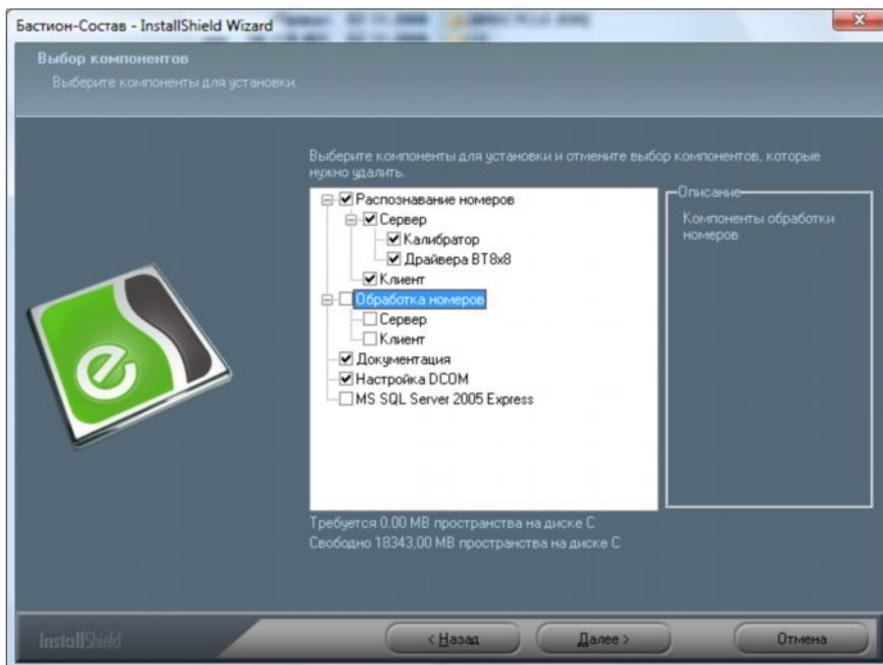

Рис. 2 Установка сервера распознавания номеров
2. Выбрать серверные компоненты сервера распознавания номеров (сервер, калибратор, драйвера VT8x8). Если требуется на этом же ПК выполнять конфигурирование сервера, то необходимо выбрать и клиентские компоненты сервера распознавания (Рис. 2).
В процессе установки «Бастион-Состав» все настройки службы DCOM выполняются **автоматически** при включённой опции «Настройка службы DCOM» (см. Рис. 2). Если при инсталляции эта опция была отключена, то для реализации сетевых возможностей необходимо настроить службу DCOM **на всех** компьютерах системы видеонаблюдения **вручную**.